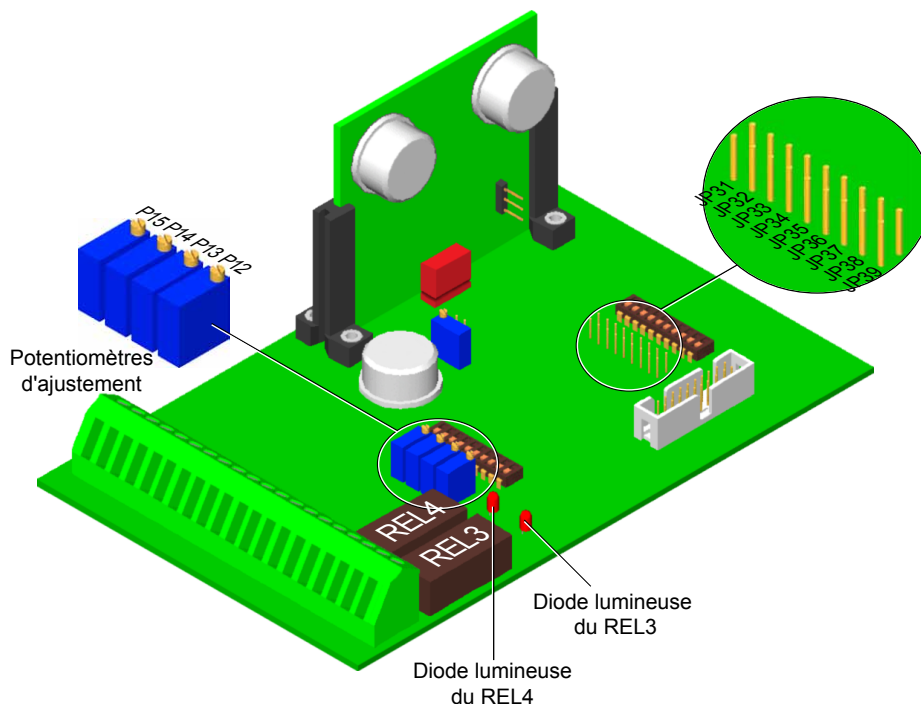

Figure 3-4 Emplacement des diodes des relais REL3 et REL4 et des éléments d'ajustement
3. Tourner le potentiomètre P12 jusqu'à ce que la diode lumineuse du relais REL3 s'allume. La *figure 3-4* donne l'emplacement des potentiomètres P12 à P15 et de la diode lumineuse.
3. Tourner le potentiomètre P14 jusqu'à ce que la diode lumineuse du relais REL4 s'allume. La *figure 3-4* donne l'emplacement des potentiomètres P12 à P15 et de la diode lumineuse.